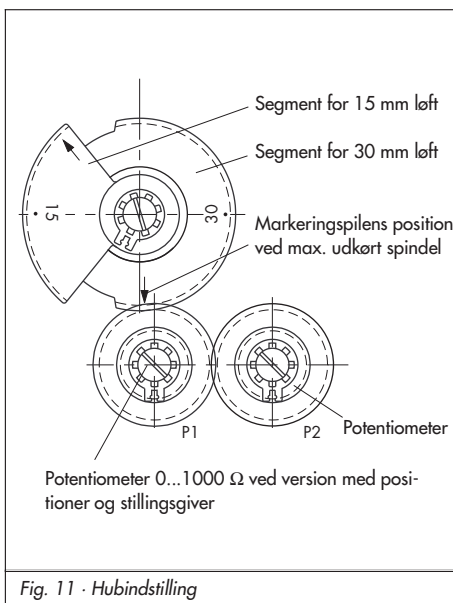

Fig. 11 · Hubindstilling
3. Alt efter ventilens løftehøjde (15 eller 30 mm) drejes stangen således, at marke-ringspilen står over tandhjulets indgreb (Fig.11).
- Alt efter ventils løftehøjde (15 eller 30 mm) drejes segmenttandhjulet, således at markeringsspilen står over tandhjulets indgreb (Fig. 11).
Alt efter udførelse kan motoren leveres med et eller to potentiometre (Fig. 11). Ved motor med positioner eller stillingsmelder tjener potentiometeret (P1) som intern tilbagemelding, værdien kan ikke føres til extern visning.
2. Afhængig af løftehøjde drejes segment tandhjulet, således at markeringspilen står over tandhjulets indgreb (Fig. 11).